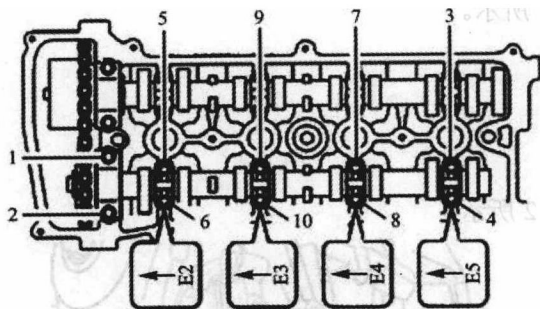
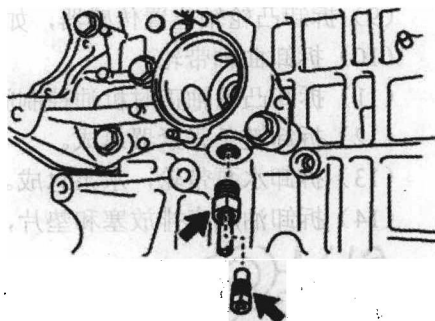

图 1-15 拆卸凸轮轴
图 1-16 拆卸进水口外壳放水龙头总成
- (22) 拆卸凸轮轴, 按图 1-15 所示的顺序, 分步骤均匀松开并拆卸 10 个轴承盖螺栓, 拆卸 5 个轴承盖。
- (23) 拆卸凸轮轴轴承。
- (24) 拆卸凸轮轴正时链轮。
- (25) 拆卸凸轮轴正时齿轮。
- (26) 拆卸气缸盖。
- (27) 拆卸进水口外壳放水龙头总成, 如图 1-16 所示, 拆卸进水口外壳。